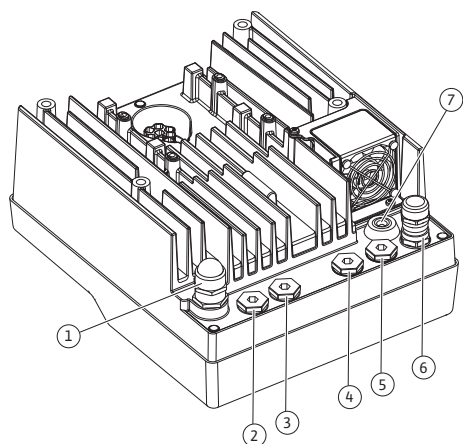
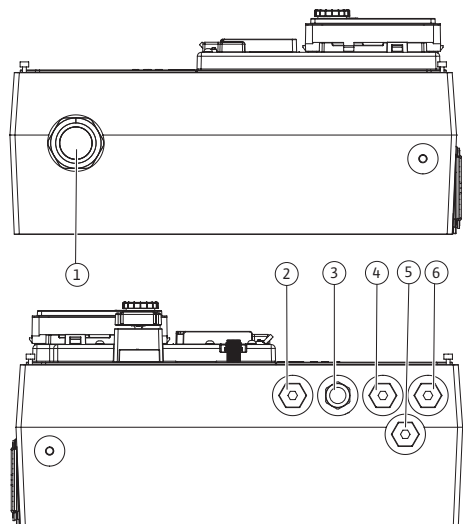

Fig. 21: Kábelcsavarzatok/kábelátvezetések (0,37 kW – 7,5 kW)
Fig. 22: Kábelcsavarzatok/kábelátvezetések (11 kW – 22 kW)
Az elektronikamodulon (Fig. 21) hat kábelátvezetés található a kapocstérbe. Az elektromos ventilátor tápfeszültség-kábele gyárilag fel van szerelve az elektronikamodulra.
Az elektronikamodulon (Fig. 22) az egyik oldalon öt kábelátvezetés található a kapocstérbe. A tápfeszültség kábelátvezetése a másik oldalon található.
A 2 – 5 (Fig. 21 és Fig. 22) kábelátvezetéshez való, tömítéssel ellátott kábelcsavarzatok a termék mellett készletben találhatóak.
4. Vezesse át a csatlakozókábelt az M25-ös kábelcsavarzaton (Fig. 21, 1. poz., 0,37 kW – 7,5 kW esetén).
Vezesse át a csatlakozókábelt az M40-es kábelcsavarzaton (Fig. 22., 4. poz., 11 kW – 22 kW esetén).